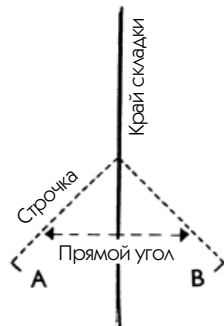

Рис. 473
2. От раствора складки проложите за один раз две наклонные строчки, как показано на рис. 473.
— На уголке листа бумаги (бумага для писем или открытка) отмерьте по 4 см с каждой стороны (точки А и В на рис. 473), затем сложите бумагу линией к линии, чтобы обозначить середину угла, т. е. направление складки.